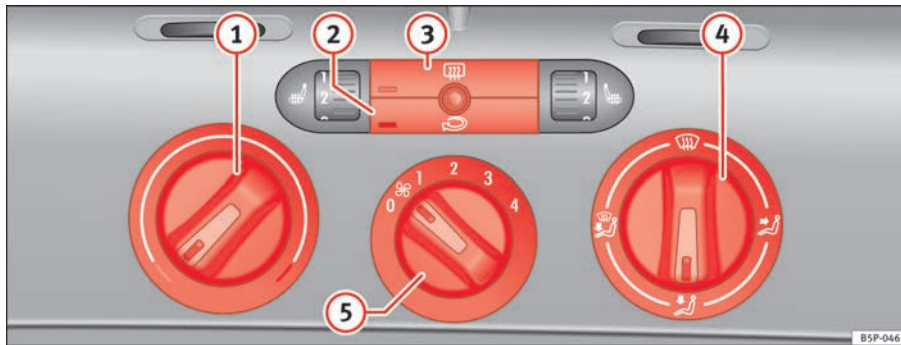

Abb. 107 In der Instrumententafel: Bedienelemente der Heizung
- Mit den Reglern ⇒ Abb. 107 **1** und **4** und mit dem Schalter **5** stellen Sie die Temperatur, die Luftverteilung und die Gebläsestufe ein.